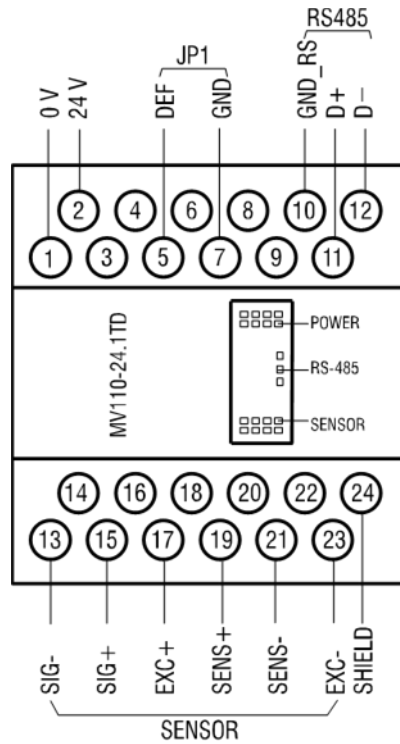

Fig. 4.1 Vista frontal del módulo
- Los terminales de conexión se muestran en la fig. 4.1, la designación de los terminales se indica en la Tabla 5.1.